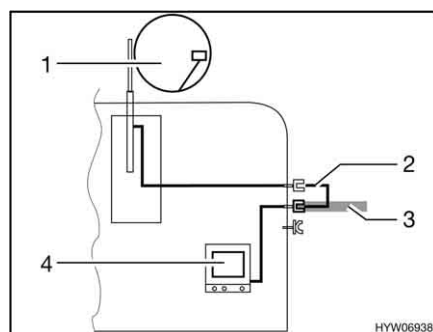

Bild 150 TV im Fahrzeug
- TV im Fahrzeug (Bild 150,4): Anschluss an Dachantenne (Bild 150,1) mit Verbindungskabel (Bild 150,2)
- TV im Fahrzeug (Bild 150,4): Anschluss an externe Antenne (Bild 150,3)